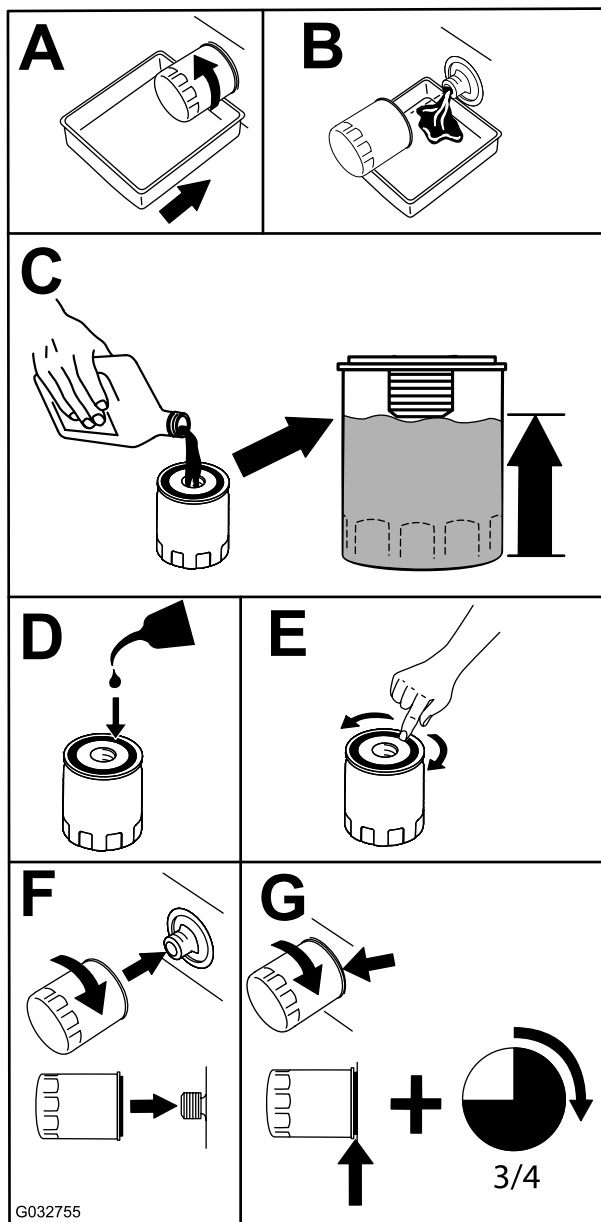

Figura 40
- Substitua o filtro de óleo do motor (Figura 40).